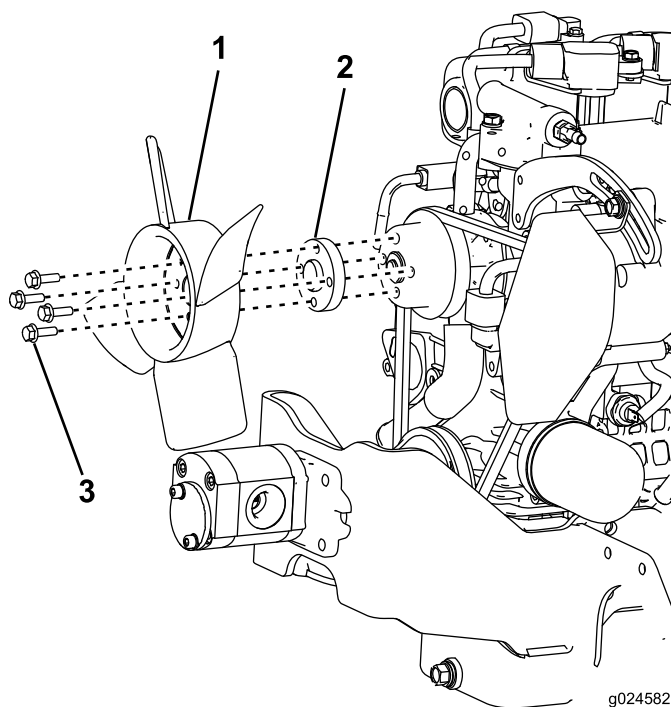

図 7
2. プーリにファンクーラーとファンを取り付ける ; 図 7。